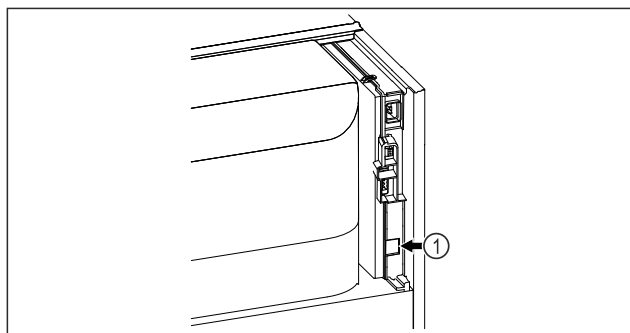

Fig. 94
- ☐ A SmartModule Fig. 94 (1) be van helyezve.